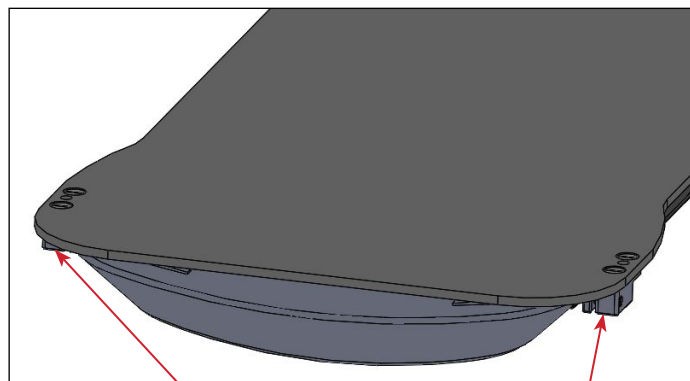
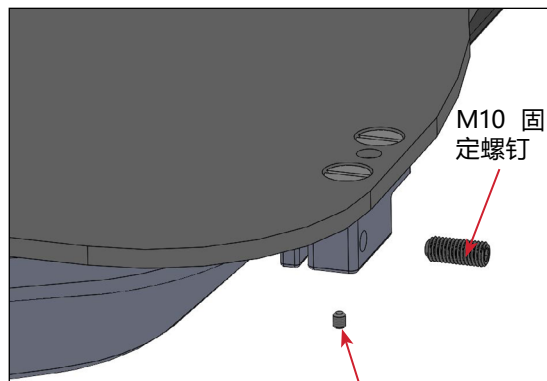

图 39
图 40
3. 使用 M5 艾伦扳手, 根据需要拧紧左/右凸轮上的 M10 固定螺钉, 对齐床板上的覆盖罩 (图 39 和图 40)。